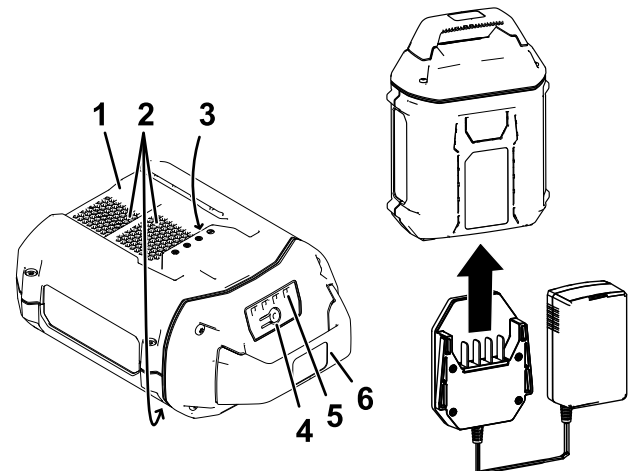

Figura 14
2. Alinee el hueco de la batería (Figura 14) con la lengüeta del cargador.
3. Introduzca el cargador en la batería hasta que esté completamente asentada (Figura 14).